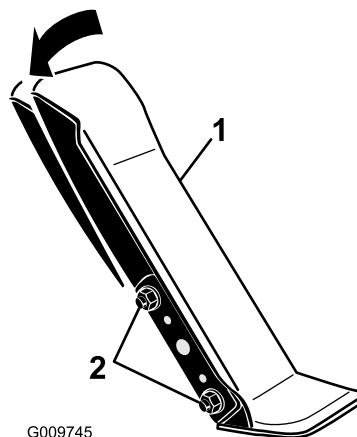

Bild 59
1. Lösen Sie die zwei Muttern und Schrauben, mit denen die linke Seite des Fahrpedals an der Halterung befestigt ist (Bild 59).
2. Drehen Sie das Pedal auf den gewünschten Winkel und ziehen Sie die Muttern an (Bild 59).